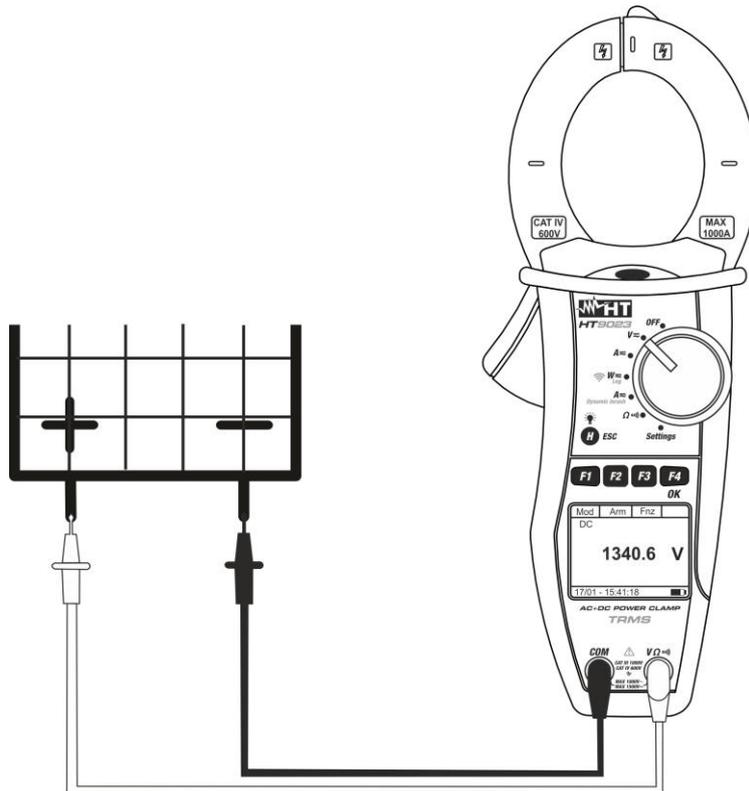

Fig. 5: Medida de Tensión CC
4. Inserte el cable rojo en el terminal de entrada **VΩⓂ** y el cable negro en el terminal de entrada **COM** y posicione las puntas en los puntos deseados del circuito en examen (vea Fig. 5)